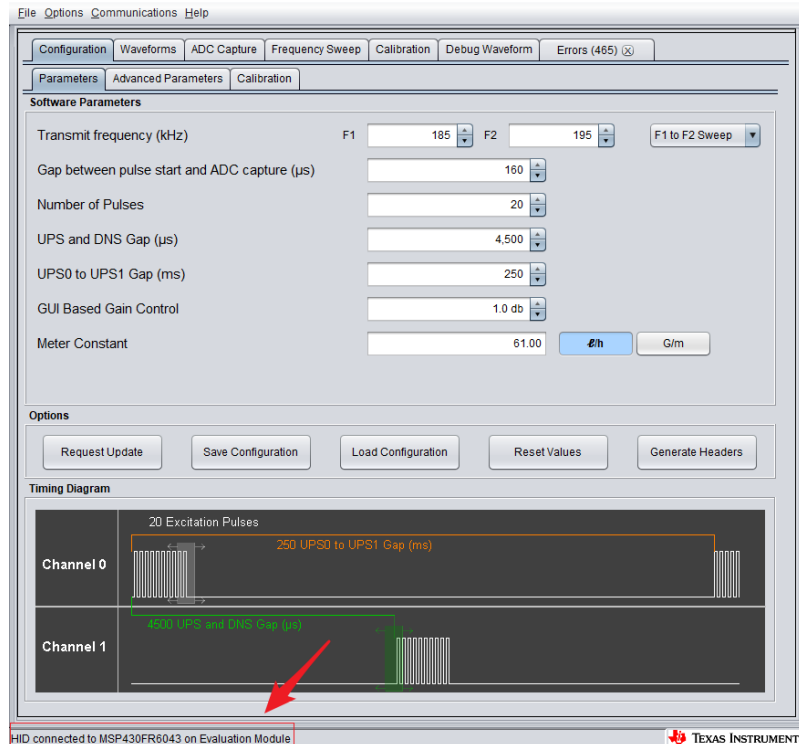

图 7 USS GUI: 连接 EVM 板
- 点击 Communication->Connect。如图 7 所示表示连接成功。